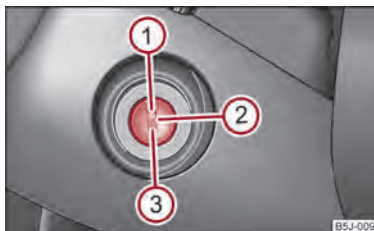

Fig. 82 Pozițiile cheii în contact
– Motorul se oprește prin rotirea cheii în contact în poziția  ⇒ fig. 82.